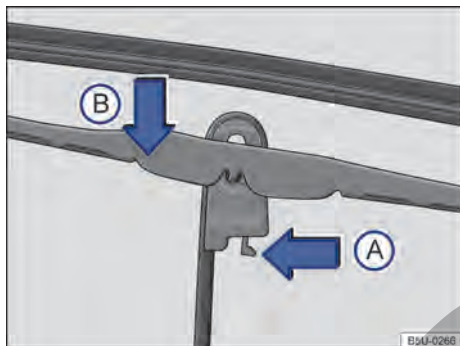

Fig. 108 Sustituir las escobillas de los limpiaparabrisas.
- Colocar la escobilla en posición perpendicular con respecto al brazo → fig. 108.
- Apretar el pestillo de seguridad en el sentido de la flecha (A).
- Desencajar la escobilla en el sentido de la flecha (B), mover en el sentido opuesto al brazo del limpiaparabrisas y retirar en el sentido opuesto al de la flecha (B).